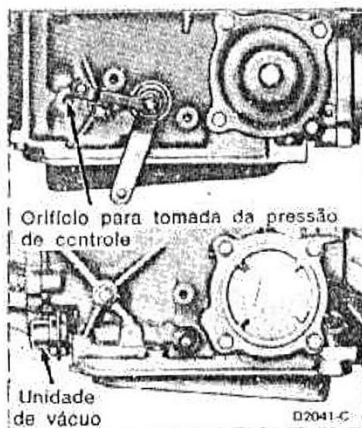

fig. 14 — pontos de conexão para tomada de vácuo e pressão de controle
- Conectar um manômetro à saída da pressão de controle na transmissão (fig. 14).